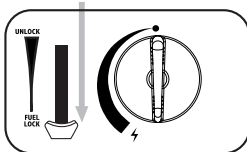
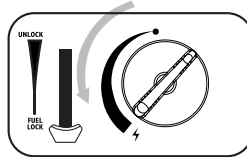

fig. 3
fig. 4
3. Druk de hendel van de patroon (6) naar beneden (fig.3) en sluit het deksel van de patroon.
4. Als u een "sissend" geluid hoort, is de patroon niet correct geplaatst. Probeer het toestel niet te ontsteken, maar zet hendel (6) in de stand "UNLOCK" en herhaal stap (1-4).
5. Draai de knop (8) volledig naar de ontstekingspositie totdat deze klikt. (fig.4) Herhaal deze handeling tot de brander ontbrandt.